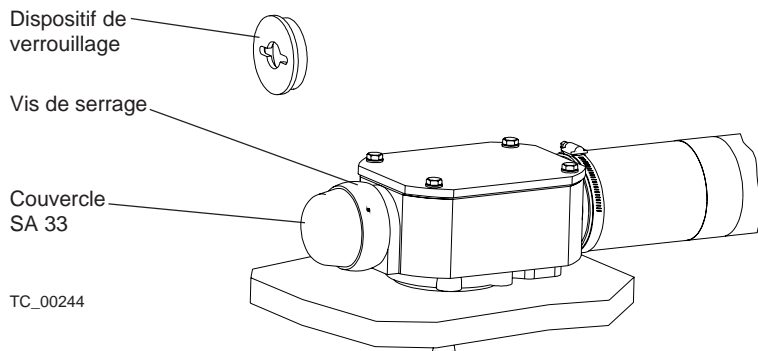

Fig. 47h. UCL, UCG.B, UCG.T
5. Desserrer les vis de pression du dispositif de verrouillage de l'engrenage conique au sommet du changeur de prises en charge (voir fig. 47h). Enlever le verrouillage.
1. Monter l'arbre de transmission sur le changeur de prises en charge **-1** (voir section 9.2.5, points 1-5 ci-dessus). Retirer les vis de pression (voir fig. 47h).
2. Monter l'arbre de transmission entre l'unité **-1** et l'unité **-2** conformément à la section 9.2.5, points 1-6 ci-dessus. Retirer les vis de pression (voir fig. 47h).